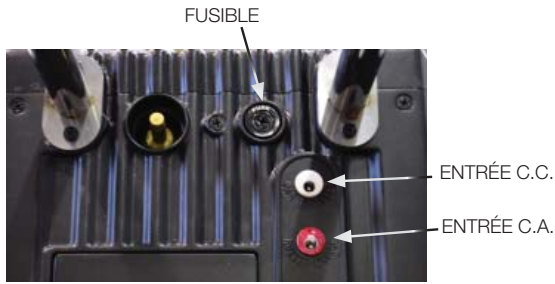

Fig. 11
2. C.A. : Raccordez l'adaptateur de 120 V.c.a. à l'appareil et branchez la fiche c.a. à 3 broches dans une prise convenable (FIG. 11)
3. C.C. : Raccordez l'adaptateur de 120 V.c.c. à l'appareil et branchez l'appareil dans une prise convenable à l'aide du briquet (FIG. 11)